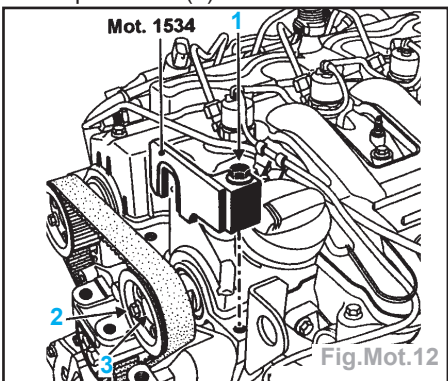
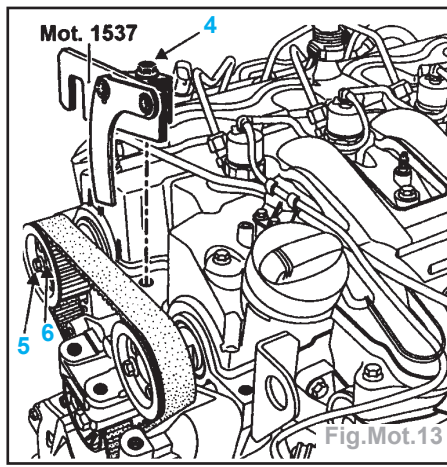
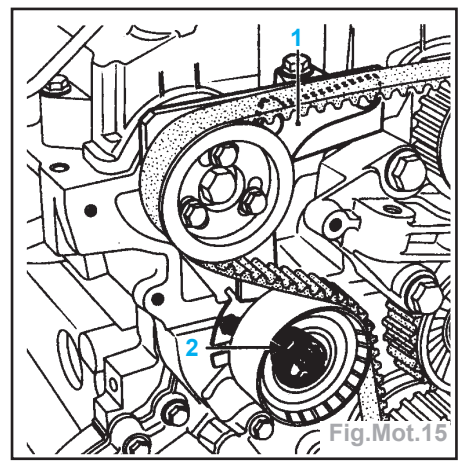
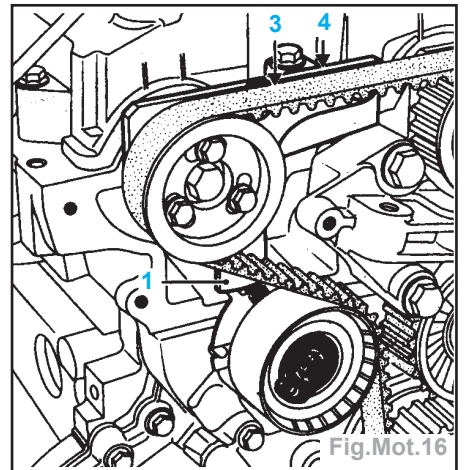

Fig.Mot.12
Fig.Mot.13
Fig.Mot.15
Fig.Mot.16
- Pour l'arbre à cames d'admission (Fig.Mot.12) :
- mettre en place le **Mot.1534** en vissant la vis (1) à la main.
- desserrer d'un tour maximum les trois vis (2) du pignon d'arbres à cames.
- tourner l'arbre à cames d'admission dans le sens horaire par la vis (3) de fixation du moyeu (à l'aide d'une clé à pipe de 16 mm) de façon à bien plaquer le **Mot.1534** sur la culasse, puis bloquer la vis (1) du **Mot.1534**.
- Pour l'arbre à cames d'échappement (Fig. Mot.13) :
- mettre en place le **Mot.1537** en vissant la vis (4) à la main.
- desserrer d'un tour maximum les trois vis (5) du pignon d'ACT.
- tourner l'arbre à cames d'échappement dans le sens horaire par la vis (6) de fixation du moyeu (à l'aide d'une clé à pipe de 16 mm) de façon à bien plaquer le **Mot. 1537** sur la culasse puis bloquer la vis (4) du **Mot.1537**.
- Vérifier que la languette (1) du **Mot.1537** se déplace verticalement sans contrainte (Fig.Mot.15).
- Mettre une clé six pans de 6 mm dans l'orifice (2) de l'excentrique du galet tendeur.
- Faire pivoter l'excentrique du galet tendeur dans le sens inverse des aiguilles d'une montre, jusqu'à l'alignement de la face (3) de la languette (1) et de la face supérieure (4) du **Mot.1537** (Fig.Mot.16).
- mettre en place le **Mot. 1534** en vissant la vis (1) à la main (Fig.Mot.12),
- desserrer d'un tour maximum les trois vis (2) du pignon d'ACT.
- tourner l'ACT d'admission dans le sens horaire par la vis de fixation du moyeu (3) (à l'aide d'une clé à pipe de 16 mm) de façon à bien plaquer le **Mot.1534** sur la culasse, puis bloquer la vis (1) du **Mot.1534**.
- mettre en place le **Mot.1537** en vissant la vis (4) à la main (Fig.Mot.13).
- tourner l'ACT d'échappement dans le sens horaire par la vis de fixation du moyeu (6) (à l'aide d'une clé à pipe de 16 mm) de façon à bien plaquer le **Mot. 1537** sur la culasse, puis bloquer la vis (4) du **Mot.1537**.
- vérifier que la languette (1) du **Mot. 1537** se déplace verticalement sans contrainte (Fig.Mot.15).